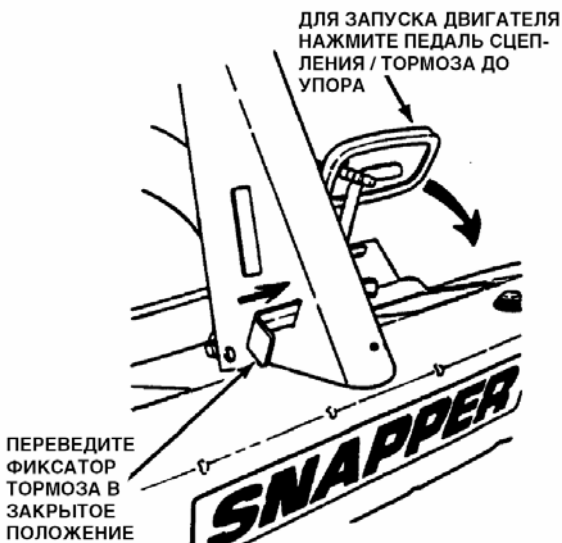

Рис. 2.8
ВАЖНО: Когда ключ замка зажигания переведен в положение ON (ВКЛЮЧЕНО), вы можете запустить двигатель вручную, потянув за рукоятку стартера. Однако двигатель не запустится, если не нажата педаль сцепления / тормоза и не включен стояночный тормоз (см. рис. 2.8), а также если рычаг ножа не находится в положении OFF (ВЫКЛЮЧЕНО), см. рис. 2.4. Запустите двигатель следующим образом:
3. Нажмите педаль сцепления / тормоза до упора и заблокируйте ее в нажатом положении при помощи фиксатора стояночного тормоза. См. рис. 2.8.